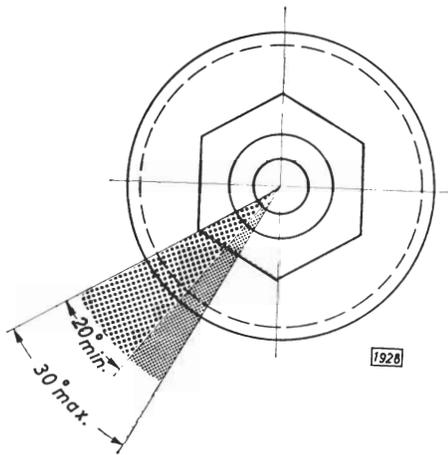

Bild 54a - Einstellschraube 20° bis 30° zurückdrehen (30° entsprechen 1/12 Umdrehung)
14. Dann Einstellschraube (55/5) 20° bis 30° zurückdrehen (Bild 54a) – entspricht etwa 1/12 Umdrehung – und prüfen, ob sich die Zahnstange über den ganzen Bereich des Ritzeleingriffes frei bewegen läßt.